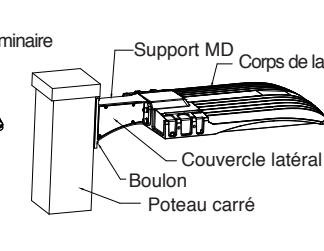

Figure 3-2
2. Fixez le support direct au poteau carré à l'aide de boulons. Connectez le câble d'alimentation au câble du poteau, assurez-vous que le raccordement du câble est bien protégé et placez le câble dans le support direct; fermez le couvercle latéral et fixez-le (Figure 3-2), puis terminez l'installation.